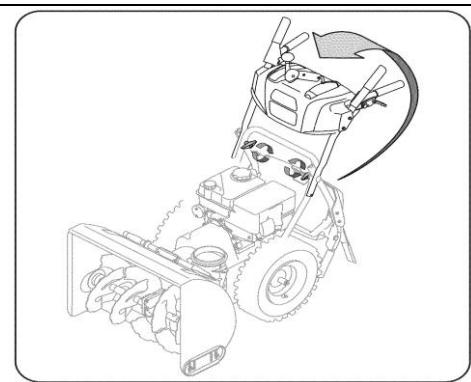

Рис. 1
- b. Потяните верхнюю ручку вверх и назад, как показано на Рис. 1. Поворачивая ручку вверх, убедитесь, что оба конца центрального троса правильно расположены в кронштейнах. Совместите верхнюю ручку с нижней ручкой.